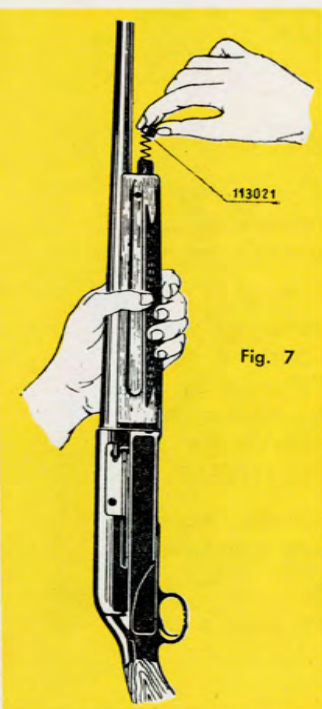
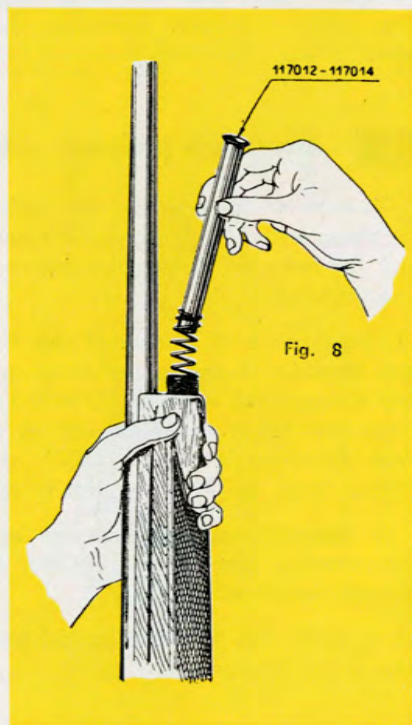

Fig. 7
Fig. 8
5.3.1. Innanzitutto ci si assicuri che il serbatoio sia vuoto; quindi tenendo la canna del fucile spinta verso il basso, si sviti il tappo del serbatoio 113010 (117572) (vedi fig. 2), si tolga con l'aiuto di un attrezzo di fortuna (chiave, temperino) l'anellino elastico 113021 di tenuta molla del serbatoio (vedi fig. 7) e si avviti la prolunga 117571).
Tenendo il fucile verticale si sviti il tappo del serbatoio e si toglie l'anellino elastico di tenuta della molla 113021 del serbatoio (vedi fig. 7). Quindi si introduca l'astina di riduzione 117012 oppure 117014 nella molla, e facendo rientrare successivamente la molla nel serbatoio (vedi fig. 8) si rimetta a posto l'anello elastico di tenuta della molla 113021, tolta precedentemente e si torni ad avvitare il tappo di bloccaggio 113010 (117572) (vedi fig. 2).
Questa operazione dovrà essere eseguita solo eccezionalmente; come mostra la fig 7 è sufficiente togliere con un attrezzo di fortuna (temperino, chiave) l'anellino elastico 113021, dopodichè si possono estrarre dal serbatoio la molla 113012 ed il ditale del serbatoio 113011. (Vedere nomenclatore).